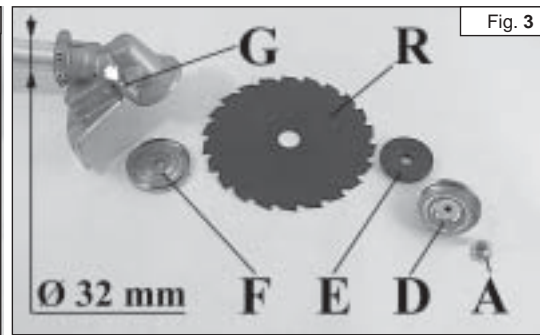

Fig. 3
MONTAGGIO DISCO MODELLI "T" (Fig. 3)
Premere l'apposito pulsante (G, Fig. 3) per bloccare il disco e permettere il serraggio del dado (A) a **3 kgm (30 Nm)**.
MONTAGE DU DISQUE MODELES "T" (Fig. 3)
Presser le bouton approprié (G, Fig. 3) pour pouvoir bloquer le disque et serrer le écrou (A) à **3 kgm (30 Nm)**.
FITTING THE DISK "T" MODELS (Fig. 3)
Push the button (G, Fig. 3) to block the blade and allow the nut (A) to be tightened to **3 kgm (30 Nm)**.
MONTAGE DES SCHNEIDBLATTS "T" MODELLE (Abb. 3)
Um die Mutter (A) (**3 kgm/30 Nm**) festzuziehen (Abb. 3), den Knopf drücken (G) einsetzen.
MONTAJE DEL DISCO MODELOS "T" (Fig. 3)
Destornille en sentido horario la tuerca (A); quite la copeta (D) y la brida inferior (E). Monte el disco (R) sobre la brida superior (F) y controle que el sentido de rotación sea correcto. Monte la brida inferior (E), la copeta (D) y apriete la tuerca (A) en sentido antihorario. Apriete el pulsante apropiado (G) para bloquear el disco y ajuste la tuerca (A, Fig. 3) a **3 kgm (30 Nm)**.
MONTAGE VAN HET MAAIBLAD "T" MODELLEN (Fig. 3)
Druk op de hiervoor bestemde drukknop (G) om het maaiblاد te blokkeren. Nnu kan men moer (A, Fig. 3) op moment vastdraaien (**3 kgm - 30 Nm**).
MONTAGEM DO DISCO MODELOS "T" (Fig. 3)
Então pressione o botão apropriado (G) para poder bloquear o disco e trancar a porca (A, Fig. 3) a **3 Kg (30 Nm)**.